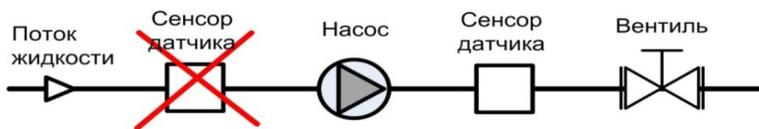

Рисунок 5.4 – Выбор места монтажа сенсора расходомера
**Монтаж сенсора вблизи насосов и клапанов:** следует избегать установок расходомера на всасывающей стороне насоса из-за опасности возникновения разрежения в трубопроводе (разрежение может вызвать отслоение футеровки и разрушение сенсора), рисунок 5.4.
При наличии в трубопроводе регулирующих или отсечных клапанов (вентилей) следует устанавливать расходомер ниже по потоку из-за опасности возникновения разрежения и сильного искажения профиля скоростей потока, рисунок 5.4.